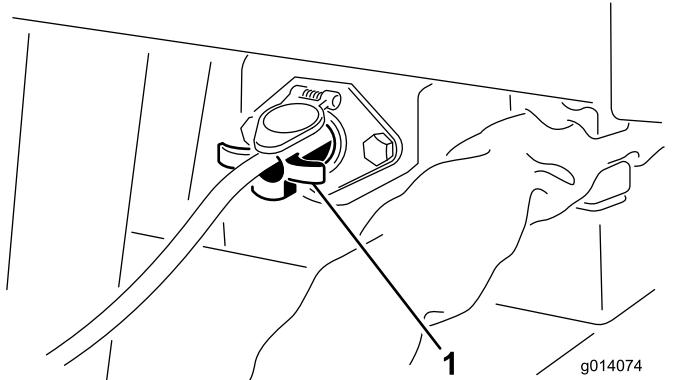

Figure 9
4. Sur les modèles SH, branchez le boîtier de commande (côté à 4 broches) à la prise située dans le coin avant gauche de la machine (Figure 9).